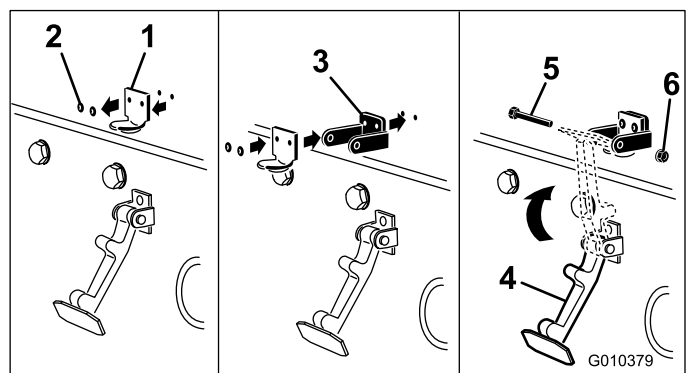

図 4
ベット2本を外す 図 4。フードからフードラッチブラ
付ける 図 4。
5. フードラッチ・ブラケットにラッチを入れる 図 4。
して挿入し、ロックナットで固定する 図 4。